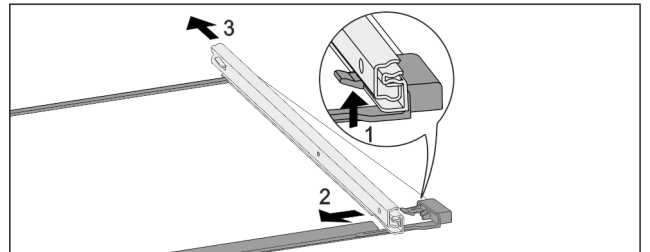

Fig. 167 带轨道的玻璃隔板
- ▶ 向上按前端的锁定钩。 Fig. 167 (1)
- ▶ 将牵伸轨推向一侧 Fig. 167 (2)，然后向后 Fig. 167 (3) 推。